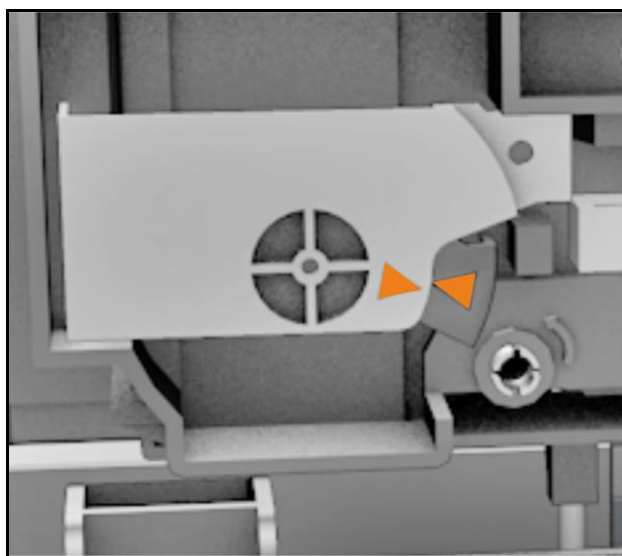

Figura 160 Unidad de limpieza desbloqueada
6 Utilizando un destornillador, gire el cabezal de impresión (A) a través del desbloqueo del mismo (B) 90° en sentido antihorario a la posición de desbloqueo (véase Figura 160).